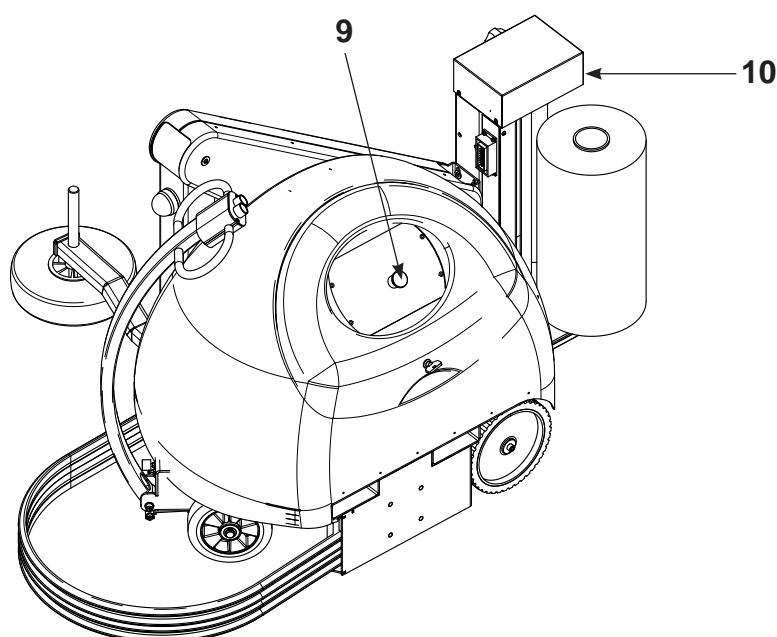

Fig. 5.9-5.10
La macchina è dotata di pulsante di emergenza a fungo (9) (Fig. 5.9-5.10).
A fine lavorazione, per periodi anche brevi di inoperatività è obbligatorio portare la macchina in condizioni di sicurezza (vedi Fig. 5.9-5.10).
The machine is equipped with an emergency pushbutton (9) (Fig. 5.9-5.10).
After using the machine, even for short periods of inactivity, it must be put into the safe mode (Fig. 5.9-5.10)